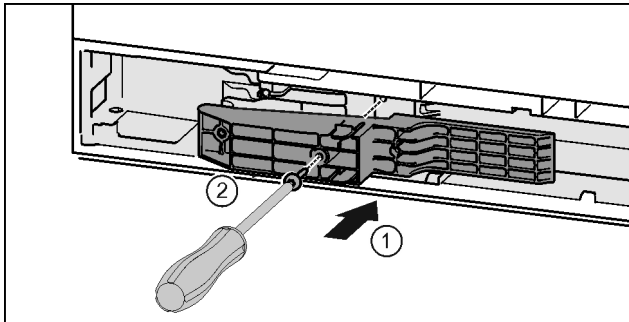

Fig. 36 \*
- ▶ Adapterstuk aan de greepzijde in de uitsparing steken. Fig. 36 (1)\*
- ▶ Schroeven met schroevendraaier T15 vastschroeven. Fig. 36 (2)\*